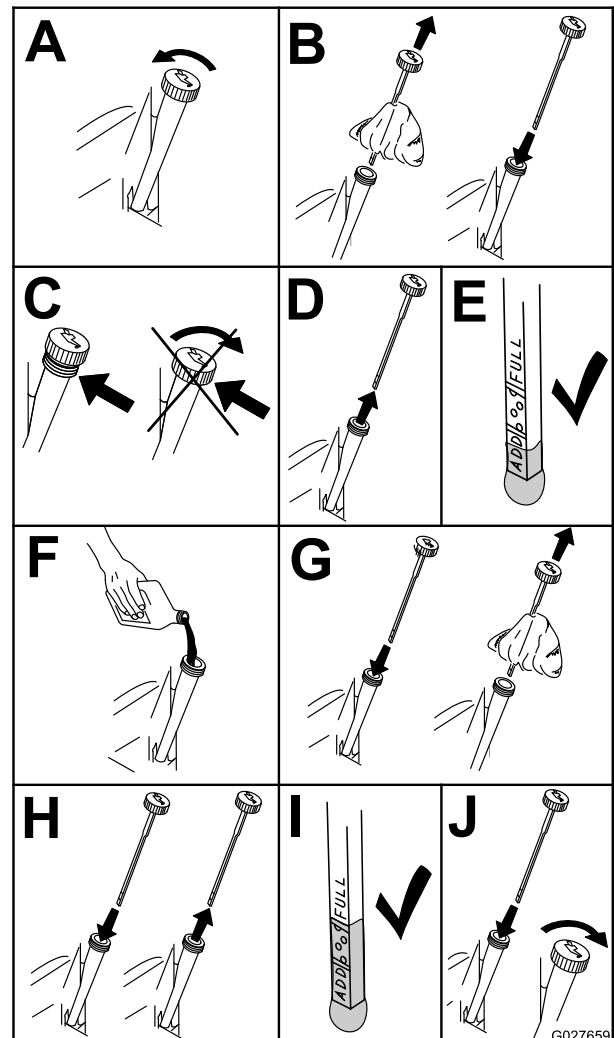

Figure 45
2. Avant de quitter la position d'utilisation, coupez le moteur, enlevez la clé de contact et attendez l'arrêt complet de toutes les pièces mobiles (Figure 45).